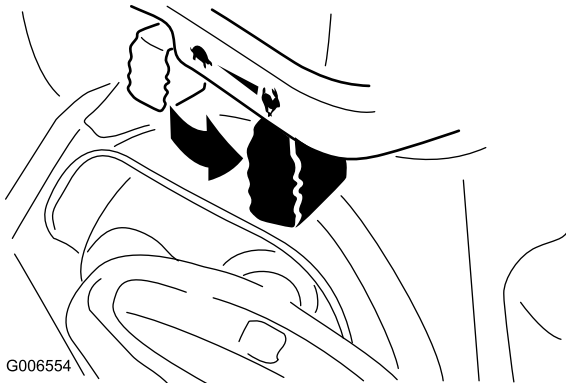

Figure 28
- Placez la manette d'accélérateur en position haut régime (Figure 28).